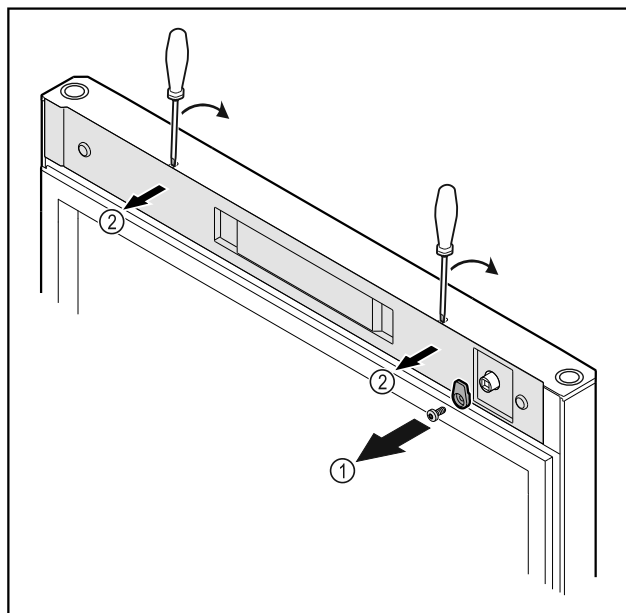

Fig. 10
- ▶ Deșurubați Fig. 10 (1) cârligul de închidere.
- ▶ Deblocați apărătoarea Fig. 10 (1) cu o șurubelniță mică și detașați-o.